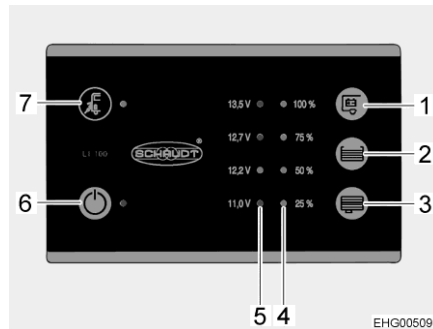

Fig. 42 Pannello di controllo (LT 100)
Il LED giallo accanto al simbolo del collegamento a rete "⚡" (Fig. 42,7) si accende, quando il veicolo è collegato a un'alimentazione di rete esterna. Il LED si accende anche se il pannello di controllo è spento.
L'interruttore principale a 12 V (Fig. 42,6) inserisce o disinserisce il pannello di controllo e l'alimentazione a 12 V dell'abitacolo.
- Premere l'interruttore "⏻" (Fig. 42,6): L'alimentazione a 12 V dell'abitacolo è inserita. Il LED diventa verde.
- Premere di nuovo l'interruttore "⏻" (Fig. 42,6): L'alimentazione a 12 V dell'abitacolo è disinserita. Il LED si spegne.
La scala LED (Fig. 42,5) indica la tensione della batteria dell'abitacolo nel modo seguente:
- Premere il tasto "E3" (Fig. 42,1): Viene indicata la tensione della batteria dell'abitacolo.
La scala LED (Fig. 42,4) indica il livello del serbatoio dell'acqua potabile o del serbatoio delle acque grigie.
Premere il tasto "☰" (Fig. 42,2): Il livello di riempimento del serbatoio dell'acqua potabile è indicato dai LED accesi.
Premere il tasto "☷" (Fig. 42,3): Il livello di riempimento del serbatoio delle acque grigie è indicato dai LED accesi.